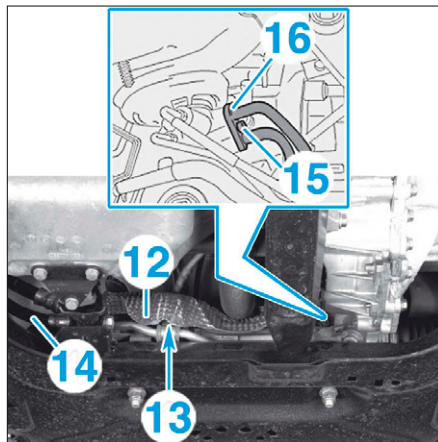
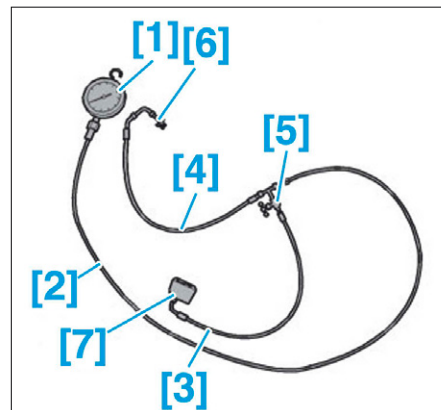
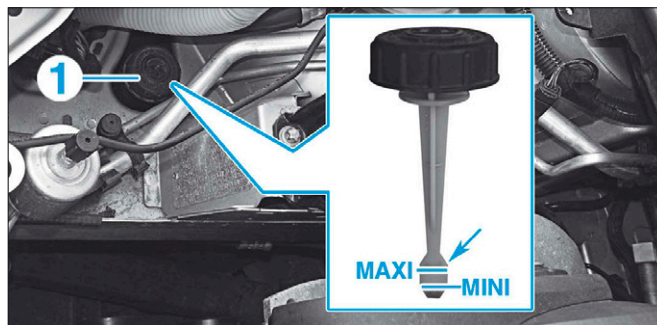

FIG. 17
FIG. 24
FIG. 23
- Ecarter l'écran thermique (12) de crémaillère de direction assistée (Fig.17).
- Déposer la vis (13) et écarter le support des canalisations de direction assistée.
- Pincer, à l'aide d'une pince-durite, la canalisation (14).
- Déposer la vis (15) et débrancher le raccord (16).
- Ouvrir le bouchon du réservoir (1) d'huile d'assistance de direction (Fig.23).
- Rebrancher le raccord (16) en veillant à remplacer ses deux joints toriques.
- Reposer les vis (15) et (13).
- Remplir le réservoir d'assistance de direction jusqu'au repère "maxi" (flèche) (Fig.23).
- [1]. Manomètre (ref. 0710-AZ).
- [2]. Flexible (ref. 0710-B1).
- [3]. Flexible (ref. 0710-B2).
- [4]. Flexible (ref. 0710-B3).
- [5]. Robinet trois voies (ref. 0710-C).
- [6]. Raccord (ref. 0710-J).
- [7]. Raccord (ref. 0710-K).
- [8]. Bouchons de contrôle de l'étanchéité de la valve (ref. 0710-H).
- Préparer l'appareil de contrôle (Fig.24).
- Fermer le robinet [5] pendant 5 secondes (Fig.24).